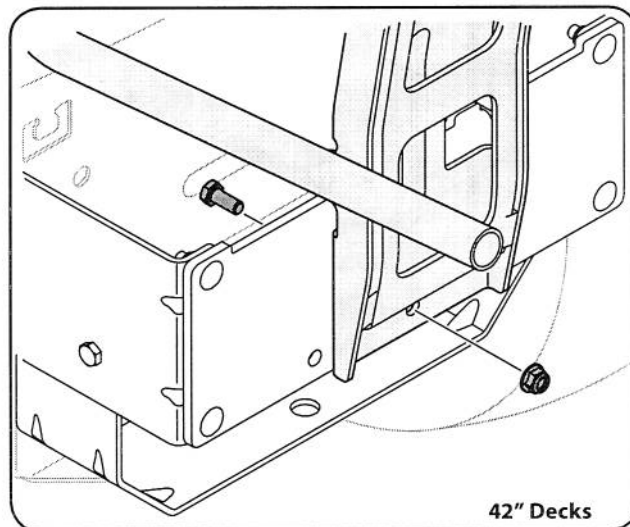
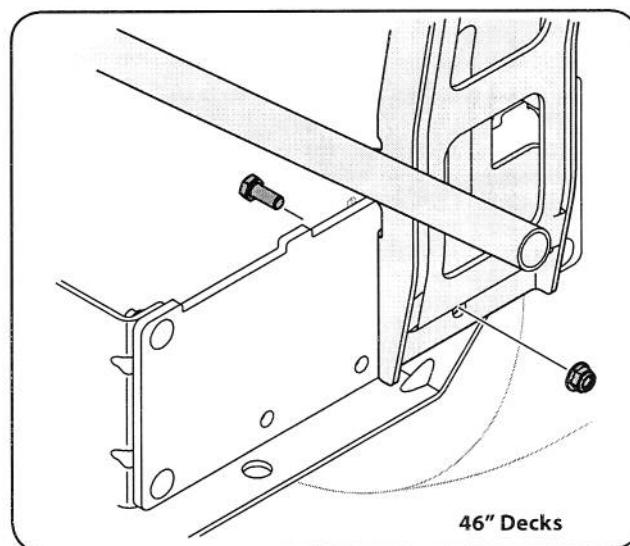

Figure 4-10
Figure 4-11
5. Fixez l'assemblage des battants au support de montage à l'aide d'un boulon 5/16" et d'un écrou à épaulement fournis. Consultez la figure 4-10.
**Note :** Sur les tracteurs de 42 "platines supports de montage de l'appui dans le trou central comme on l'a vu ci-dessus dans la Fig. 4-10. Sur les tracteurs de 46 "des ponts, supports de montage de l'appui dans le trou de la main droite comme on l'a vu dans la Fig. 4-11.